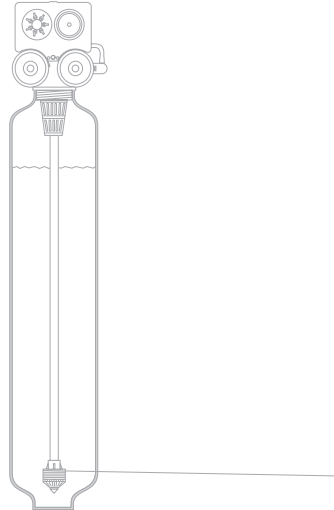

Fig.7
- a) Llene el recipiente de sal hasta 10 mm. del borde del tubo salmuera (ver fig.7).